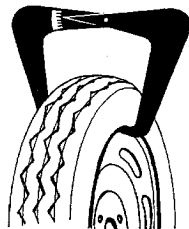

Рисунок 5.6 – Измерение ширины колеса кронциркулем
*Измерить ширину колеса с помощью кронциркуля, рисунок 5.6. Нажимая клавиши*
Нажимая клавиши **ALU** и **ALU** выбрать первую схему. Измерить ширину колеса с помощью кронциркуля, рисунок 5.6. Нажимая клавиши **ШИРИНА**